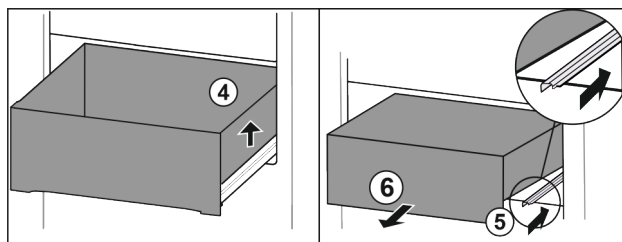

Fig. 107
- Schubfach rechts anheben. Fig. 107 (4)
- Rechte Schiene einschieben. Fig. 107 (5)
- Schubfach nach vorne entnehmen. Fig. 107 (6)